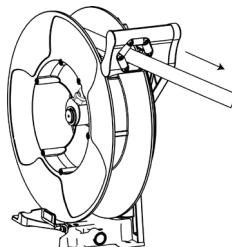

FIG 6.
1. Unwind the hose completely and the search for the ratchet blocking position (Fig.6).
1. Dra ut slangen helt och hitta spärrläget (Fig. 6).